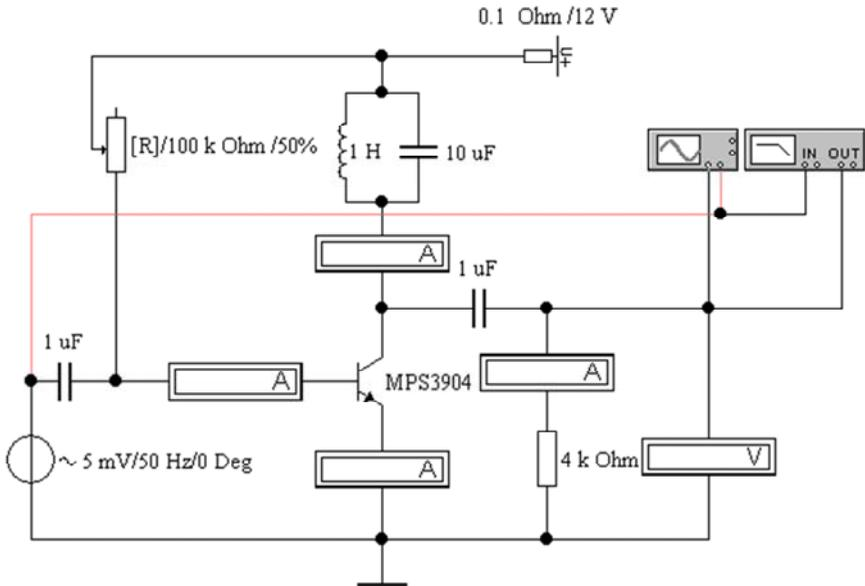
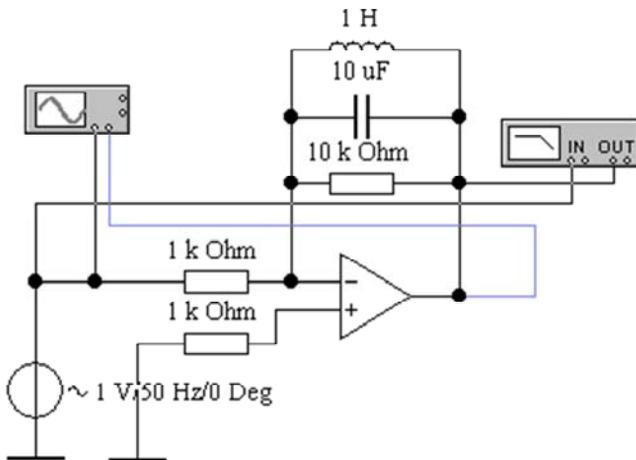

Рис. 9.10. Избирательный транзисторный усилитель с LC-контуром (файл **banda9a.ewb**)
Рис. 9.11. Избирательный усилитель на ОУ с LC-контуром (файл **banda9b.ewb**)
11. Сравнить резонансную частоту избирательного усилителя на транзисторе (файл **banda9a.ewb**, рис. 9.10) с частотой активного полосового фильтра на ОУ с тем же LC -контуром в качестве обратной связи (файл **banda9b.ewb**, рис. 9.11).